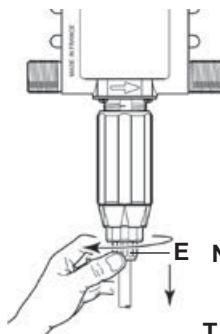

Fig. 15
- draai de slangwielmoer los (fig. 15-E).